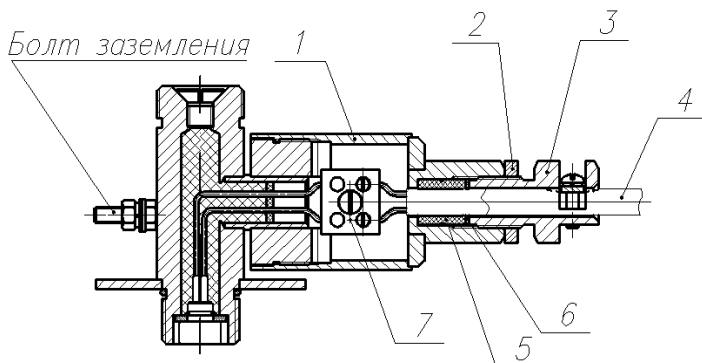
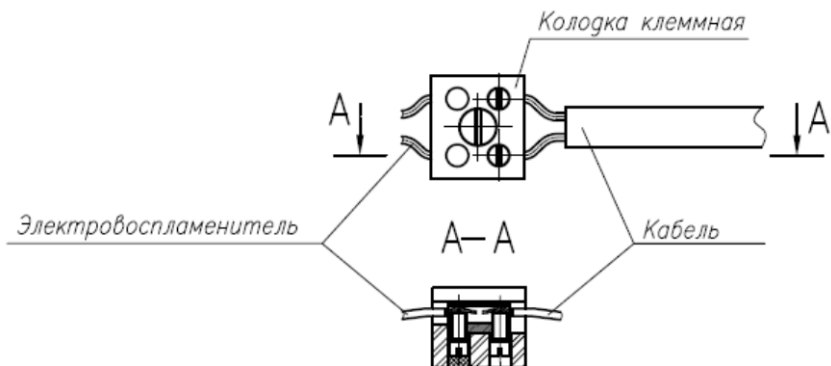

Рис.2 Чертеж узла электрозапуска
Рис.3 Схема крепления кабеля
7.2. Подключение модулей к электрической цепи системы запуска осуществляется после прочного закрепления их на объекте и завершения комплекса пуско-наладочных работ по всей системе противопожарной автоматики при отключенном источнике электропитания. Конструкция вводного устройства и электрическая схема подключения модуля к линии пуска см. рис.2 и рис.3.
8.4. Продеть кабель пусковой цепи через штуцер и кольцо уплотнительное (рис.2.) узла электрозапуска 11 и произвести установку кабеля в колодке клеммной как на схеме рис.3. Проверить целостность всей цепи с использованием функций приборов автоматики либо замером сопротивления при помощи мультиметра.